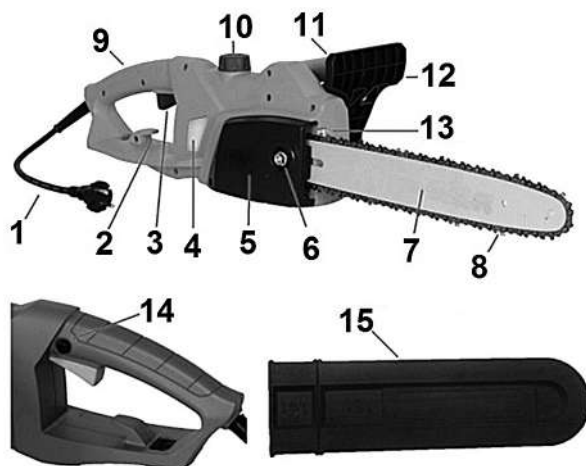

Рис.1 Основные узлы и органы управления
Расположение основных узлов и органов управления показано на Рис. 1
Номера перед описаниями соответствуют номерам на Рис.1 — это поможет Вам найти то или иное предохранительное устройство.
2. Открутите гайку крепления крышки шины (Рис. 1 п. 6) и снимите крышку шины (Рис. 1 п. 5).